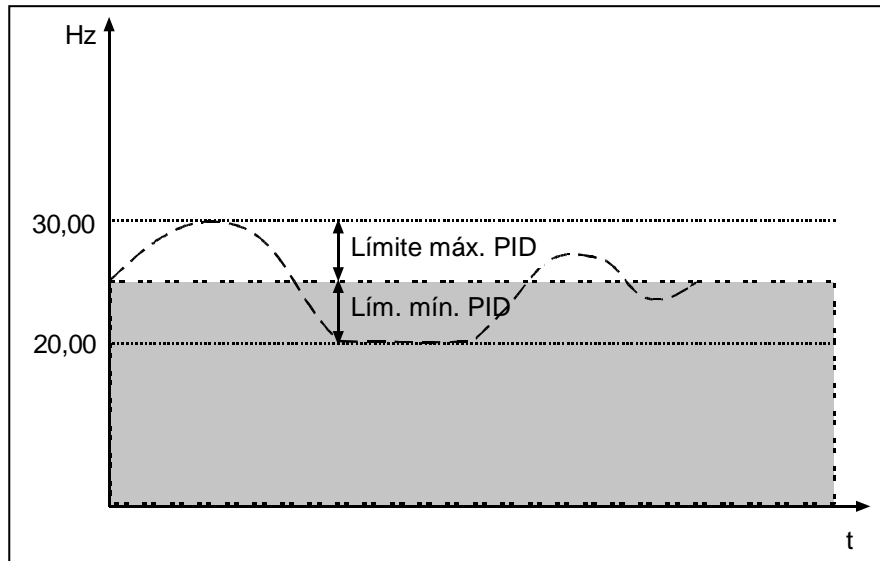

Figura 8-33. PID referencia punto suma
- Si se selecciona el valor **7** para este parámetro, los valores de los parámetros ID319 y ID301 se ajustan automáticamente a 13. Véase la Figura 8-33.